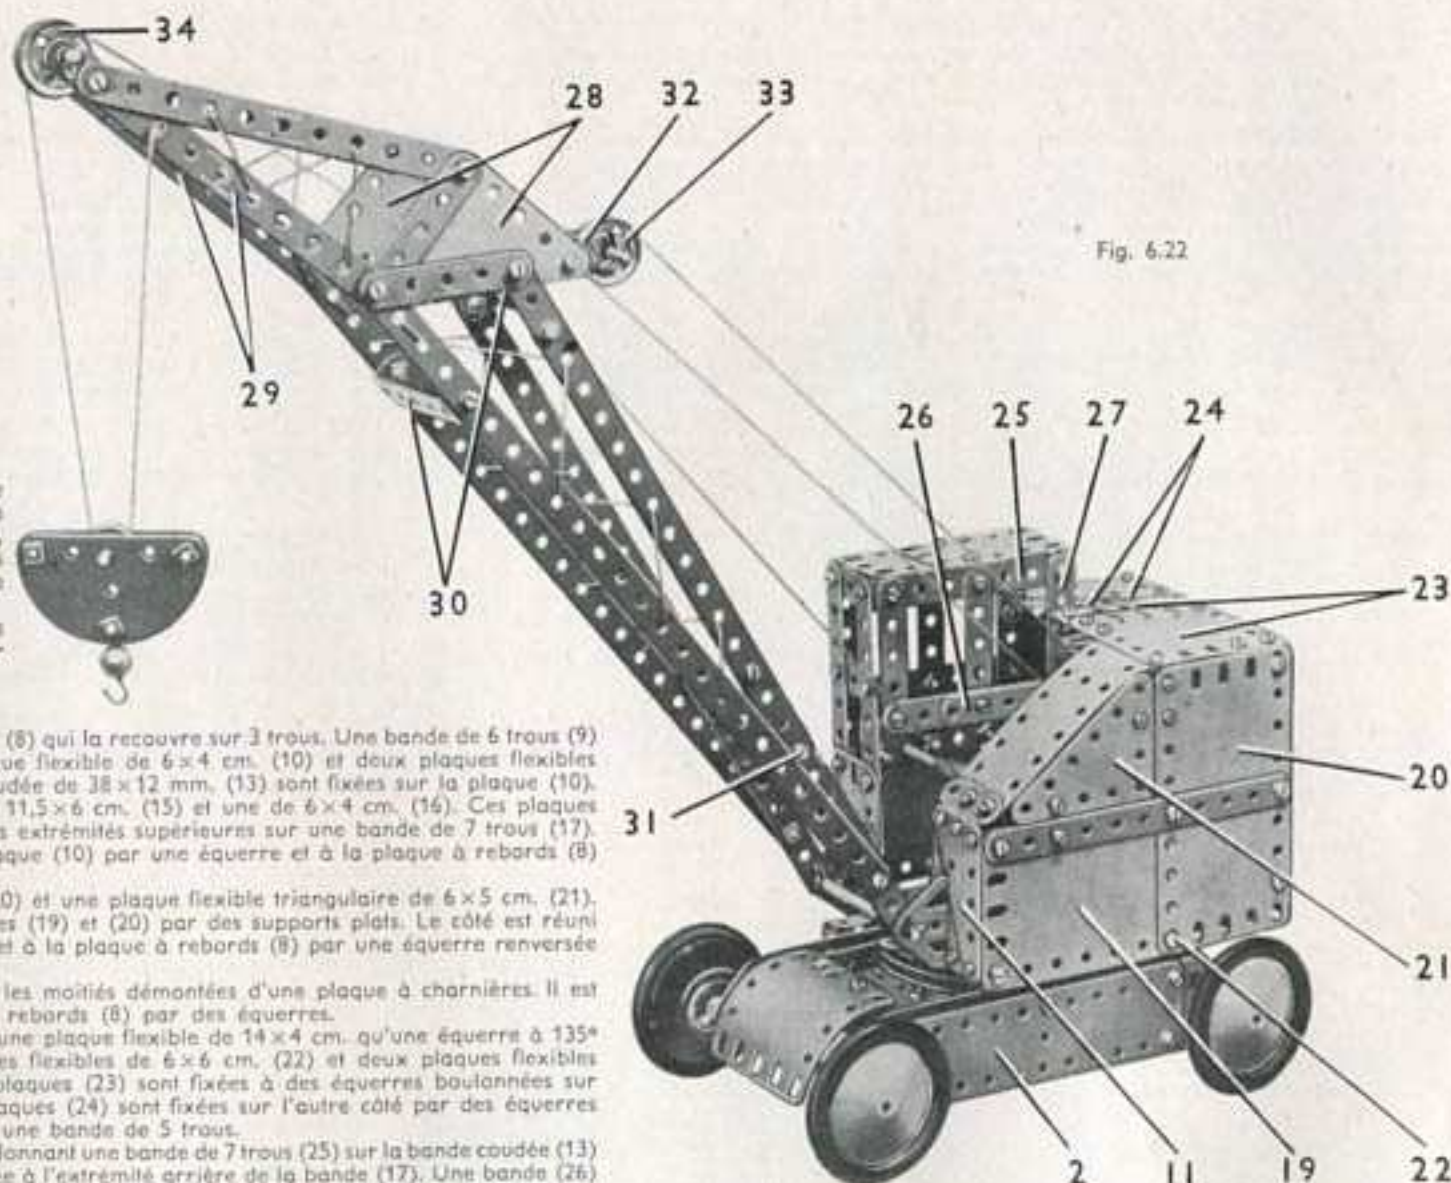

Fig. 6.22
Le côté qui apparaît sur la figure 6.22 est constitué par une plaque flexible de 14x6 cm. (19), une de 11,5x6 cm. (20) et une plaque flexible triangulaire de 6x5 cm. (21). Cette dernière est fixée sur les plaques (19) et (20) par des supports plats. Le côté est réuni aux plaques (11) par deux équerres et à la plaque à rebords (8) par une équerre renversée que tient un boulon (22).